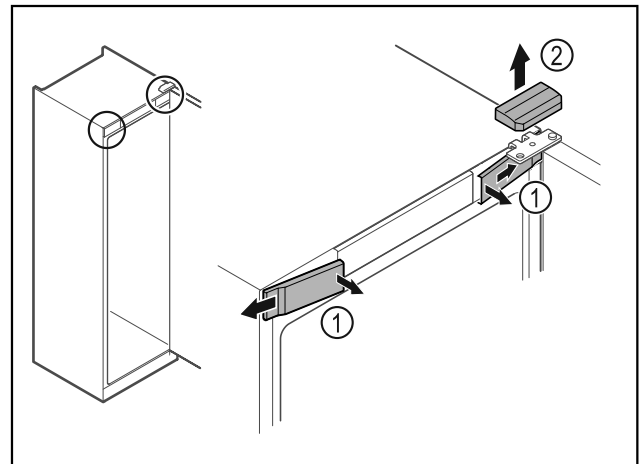

Fig. 8
- ▶ Desensamblar las cubiertas delanteras Fig. 8 (1) del interior y dejarlas a un lado.
- ▶ Retirar hacia arriba la cubierta superior Fig. 8 (2).